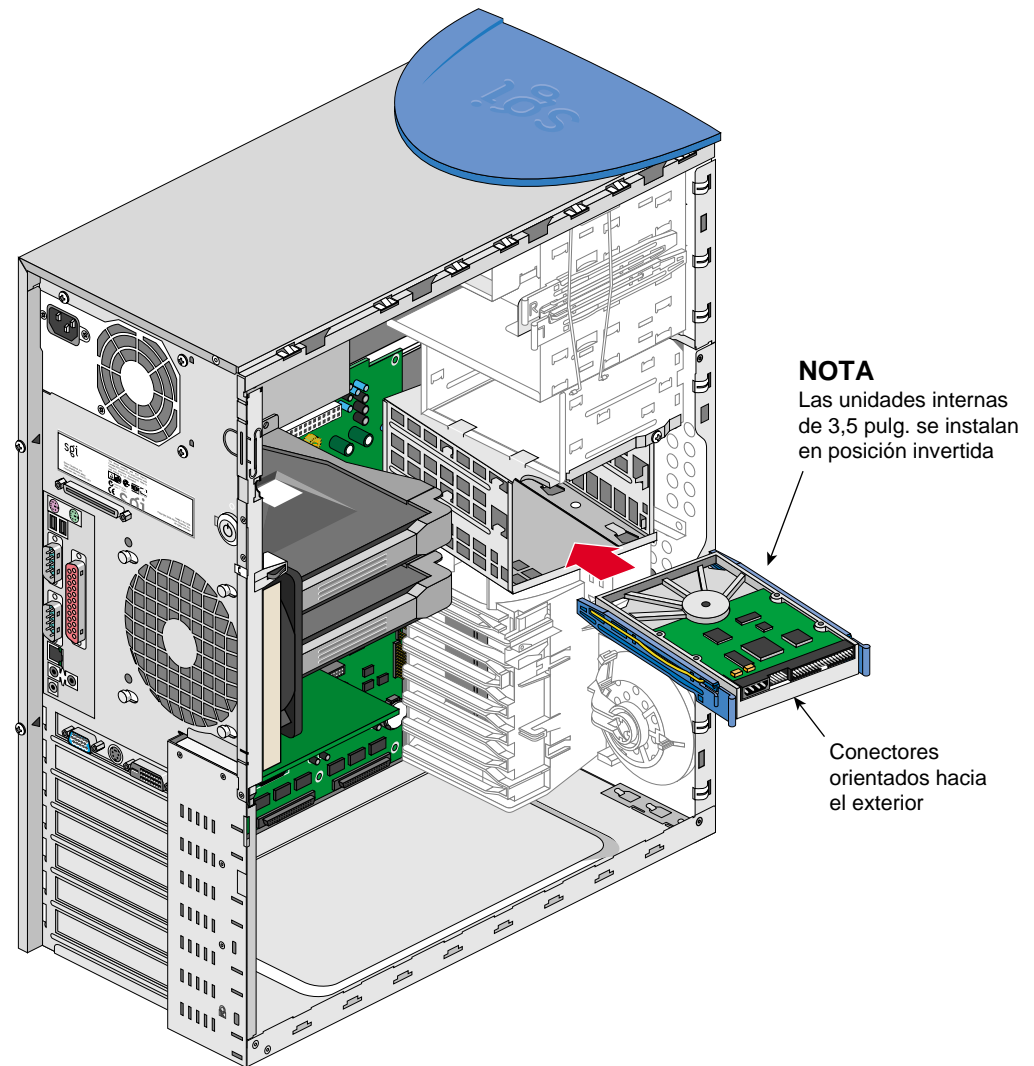

Figura 2-14 Montaje de unidades en el compartimento interno
5. Para montar una unidad de 3,5 pulgadas en el compartimento interno, colóquela en posición invertida en el módulo seleccionado y deslícela hacia el interior de éste hasta que los rieles encajen en su lugar. En la Figura 2-14 se muestra la correcta instalación de la unidad.